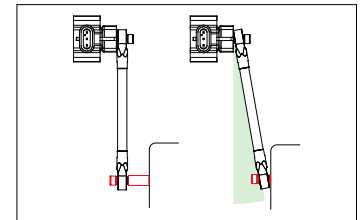

Abb. 31: Winkel Koppelstange
6. Montieren Sie die Koppelstange am Sensorarm und am Befestigungspunkt an der Aufhängung. Achten Sie hierbei auf den Winkel zwischen Koppelstange und Sensorarm (Abb. 31). Dieser darf maximal 15 Grad betragen und kann durch Abstandshalter am Befestigungspunkt korrigiert werden.